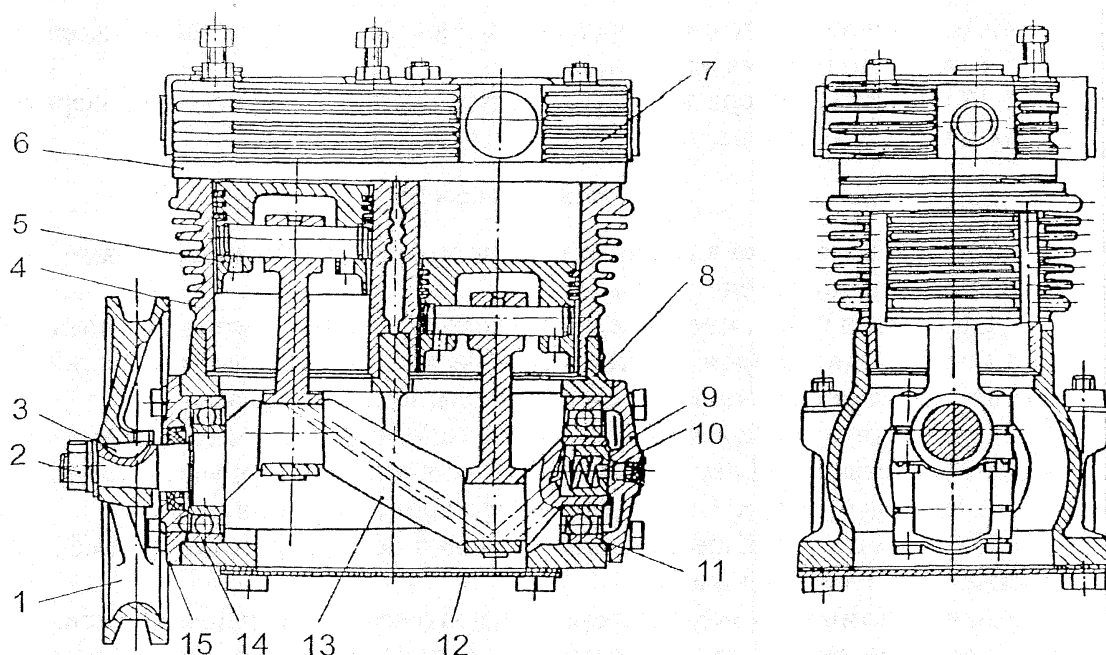

Рис. 78 – Компрессор:
2. Расшплинтовать и отвернуть гайку 2 с шайбой крепления (рис.78) шкива. Снять шкив 1 с помощью прессы и выбить сегментную шпонку из паза.
После испытаний установить компрессор на двигатель и отрегулировать взаимное положение ручьев шкивов вентилятора и компрессора. Регулировку производить с помощью прокладок 2 (см. рис.78).